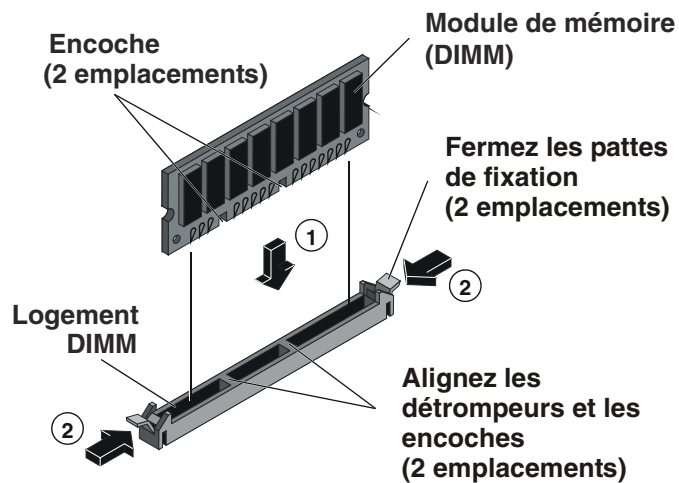

Figure 3-14. Ouverture des pattes de fixation
Voir la *Figure 3-14*.
4. Assurez-vous que les pattes de fixation sont ouvertes et alignez les encoches du module DIMM sur les détrompeurs, en maintenant le module à un angle de 90° par rapport à la carte système. *Figure 3-14*.
4. Ouvrez les pattes de fixation du module DIMM pour soulever et dégager le module. Voir la *Figure 3-14.*
5. Retirez complètement le module DIMM de son logement. Voir la *Figure 3-14.*